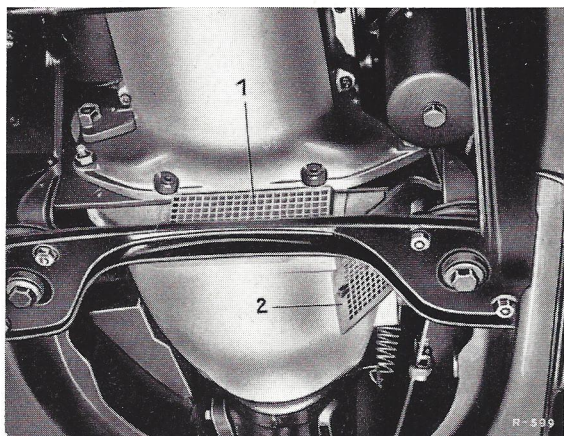

Bild 25-1/4
9. Die beiden, unten vorne (1) und links (2) am Kupplungsgehäuse angebrachten Abdeckbleche abschrauben (Bild 25-1/4).